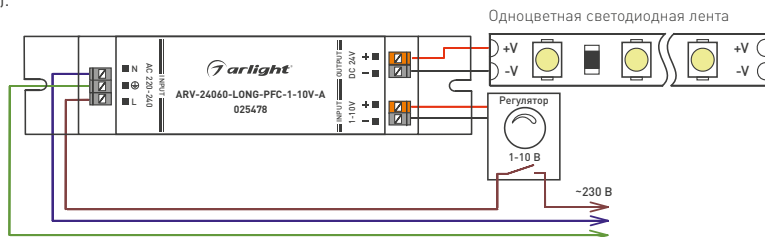

Рис. 1. Пример подключения источника питания
- 3.4. Подключите нагрузку к выходным зажимным клеммам «+» и «-» источника питания со стороны «OUTPUT», строго соблюдая полярность (рисунок 1).
- 3.5. Подключите провода обесточенной электросети к входным зажимным клеммам источника питания со стороны «INPUT», соблюдая маркировку: «L» (фаза), «N» (ноль). Подключите провод защитного заземления к зажимной клемме, обозначенной символом «⊕» (рисунок 1).
- 3.6. Подключите регулятор 1–10 В к входным зажимным клеммам «1–10V» источника питания, соблюдая полярность (рисунок 1).